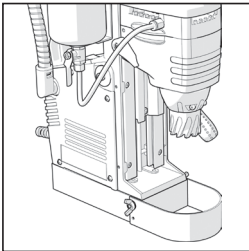

Abb. 2
- Befestigen Sie den Sicherheitschutz mit den mitgelieferten Befestigungsschrauben. (**Abb. 2**)